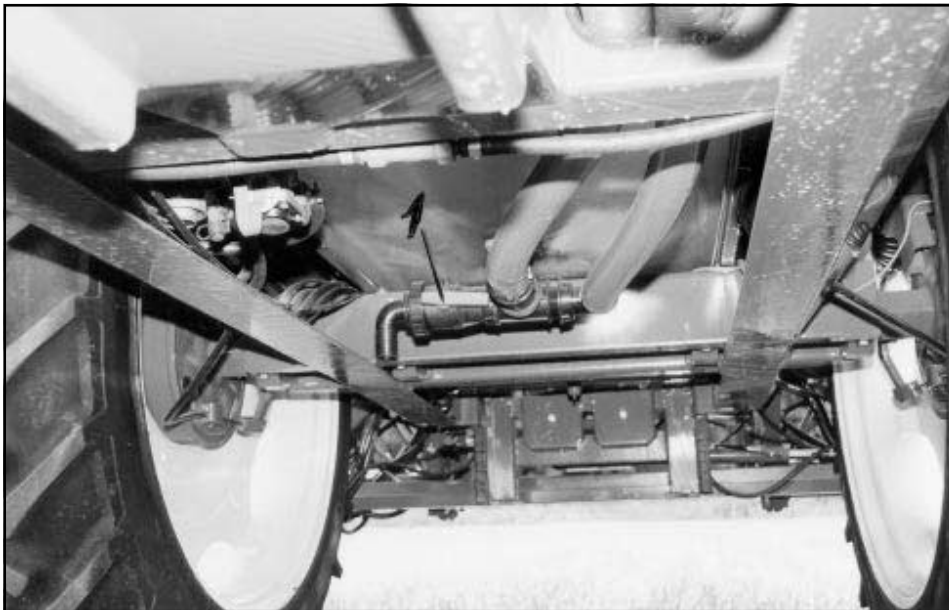

Fig. 6.11
- Den i beholderen, fortyndede tekniske restmængde tømmes over i en egnet opbevaringsbeholder ved hjælp af aftapningsventilen (fig. 6.11/1) i beholderbunden.